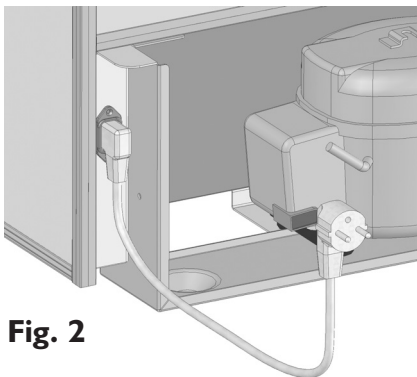

Fig. 2
- Prenez le cordon (que vous trouverez dans la boîte "accessoires" de votre armoire), branchez-le à l'arrière gauche en bas de l'armoire, sur le connecteur prévu à cet effet (voir **Fig. 2**).